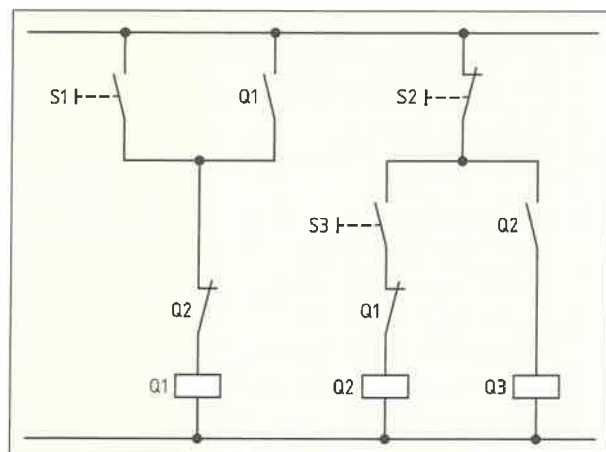

Bild 3: Schützschiung
3. Ermitteln Sie die Schaltfunktionen Q1, Q2, Q3 für die Schützspulen der Schützschiung (**Bild 3**), abhängig von den Schaltern S1, S2 und S3. Ergänzen Sie die zugehörige **Tabelle 4**.